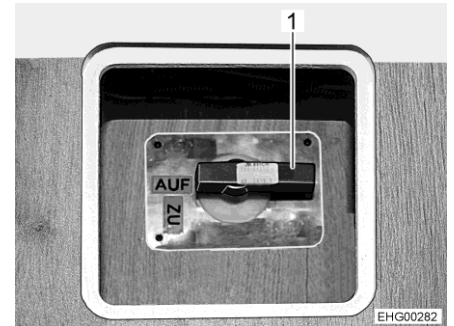

Fig. 107 Levier de commande du robinet d'évacuation des eaux usées
- Ouvrir le robinet de vidange. Tourner pour ce faire le levier de commande (Fig. 107,1) sur la position "AUF" (ouvert).
- Refermer le robinet de vidange. Tourner pour ce faire le levier de commande (Fig. 107,1) sur la position "ZU" (fermé).